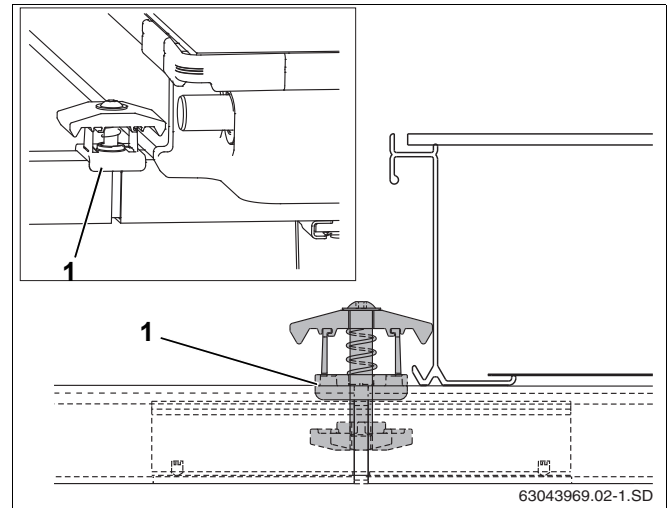

Рис. 47 Установка двухстороннего зажима
- ▶ Установить двухсторонний зажим гайкой вниз в отверстие профильной рейки и соединительной вставки так, чтобы пластмассовая распорка (рис. 47, поз. 1) охватывала профильную рейку.